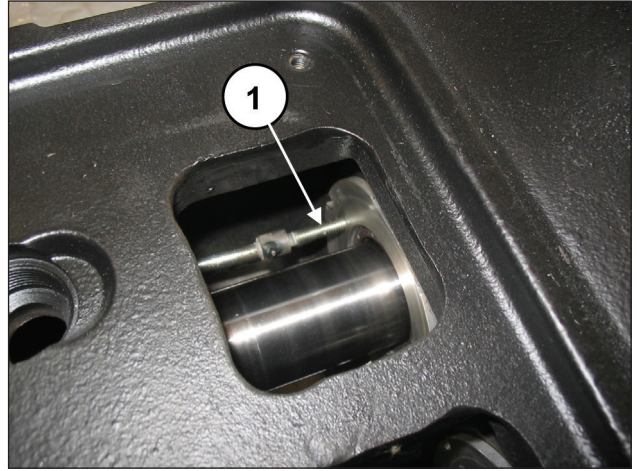
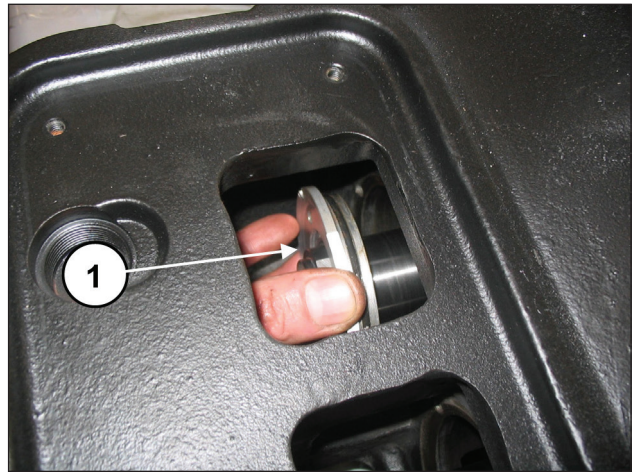

图163
图164
定位活塞导承至下止点，将提取器（代码27516400）以及适配器M5（代码27516500）拧紧至盖子的专用孔（部件号①，图163）中，从泵组（部件号①，图164）中拔出油封盖。